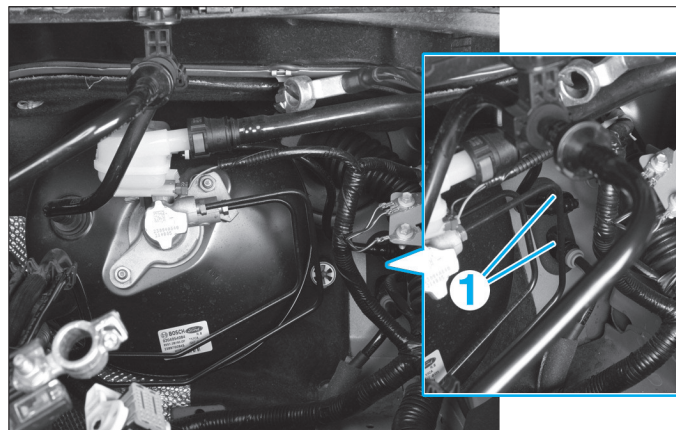

Fig. 3
- Débrancher les durits (1) (Fig.3).